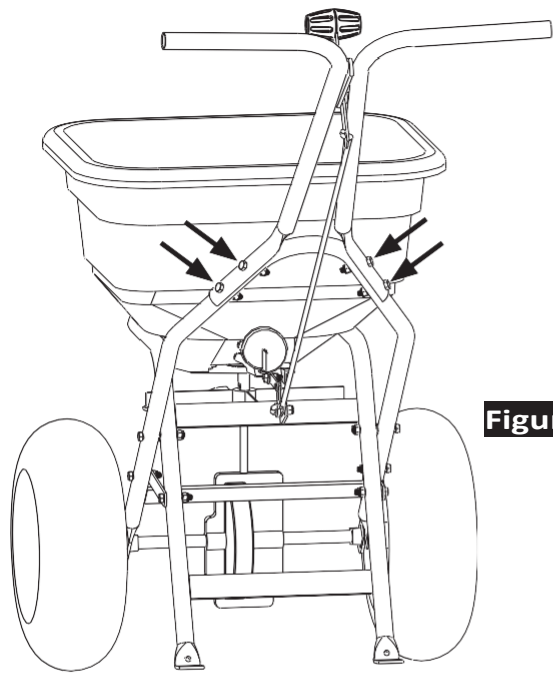

Figure 10
10. Fixez l'assemblage de poignée au cadre à l'aide de (4) boulons 1/4 x 1-3/4" et d'écrous en nylon 1/4", comme illustré à la figure 10.